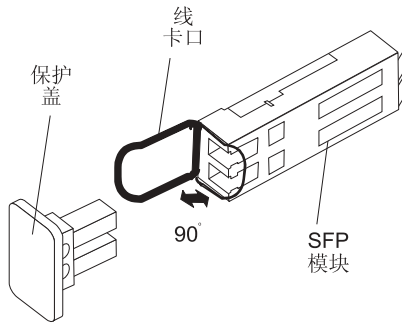

图 20. 解锁 SFP 模块 (线卡口)
- a. 通过将线卡口向下拉 90° 来解锁 SFP 模块（请参阅第 24 页的图 20）。